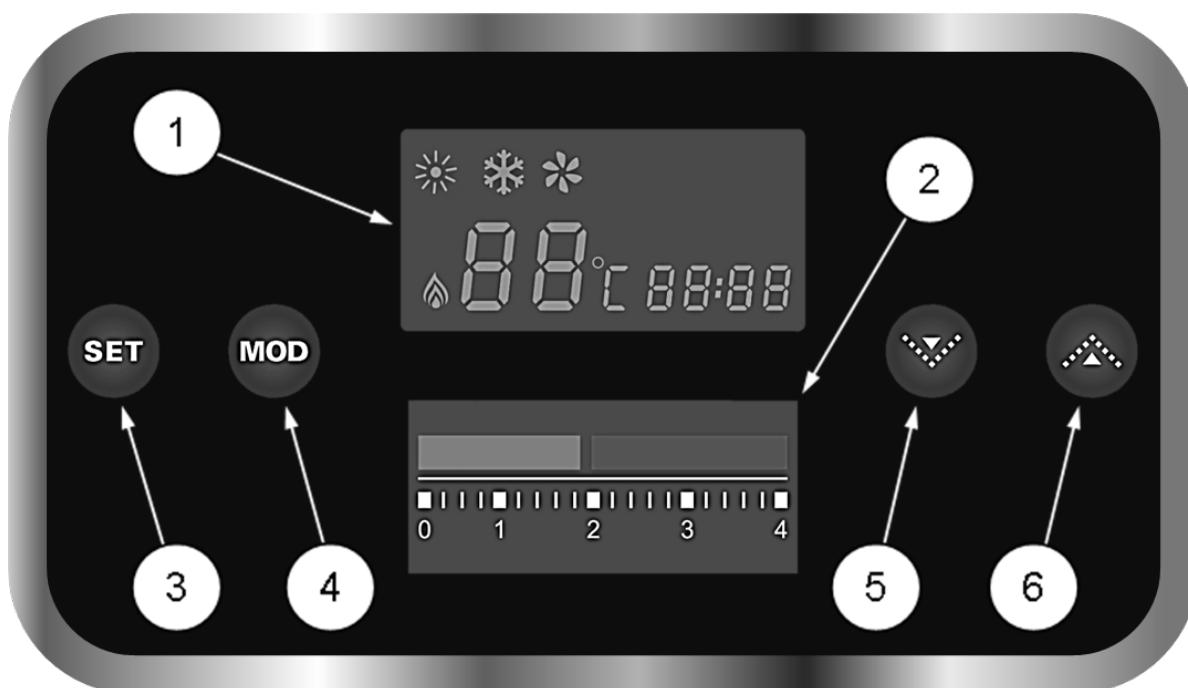

Рис. 40 Панель управления котлом.
На передней панели котла расположена панель управления (См. Рис. 40).
- Проверьте по манометру (См. Рис. 40) на панели управления котлом давление теплоносителя (OB) в котле и СО.